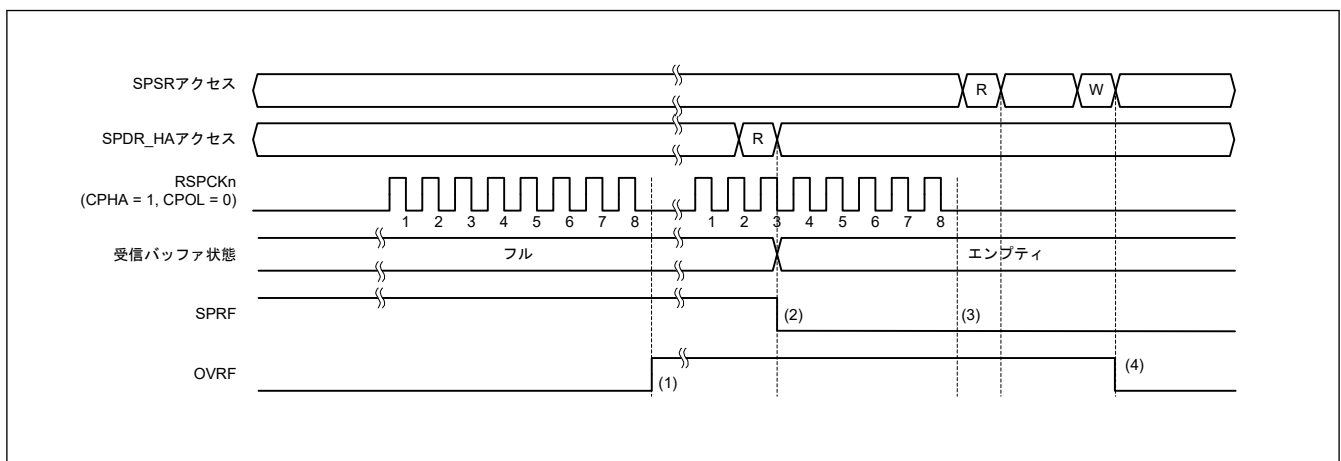

図 33.39 OVRF フラグおよび SPRF フラグの動作例
図 33.39 に OVRF フラグと SPRF フラグの動作例を示します。図 33.39 に示す SPSR アクセスと SPDR_HA アクセスは、それぞれ SPSR レジスタと SPDR_HA レジスタへのアクセス条件を示します。W は書き込みサイクル、R は読み出しサイクルを示します。この例では、SPCMDm.CPHA が 1、かつ SPCMDm.CPOL ビットが 0 の設定で、SPI は 8 ビットのシリアル転送を実行しています。RSPCKn 波形の下に記載した数字は RSPCK サイクル数 (= 転送ビット数) を示しています。
以下に、図 33.39 の (1)～(4) に示したタイミングでのフラグの動作内容を説明します。